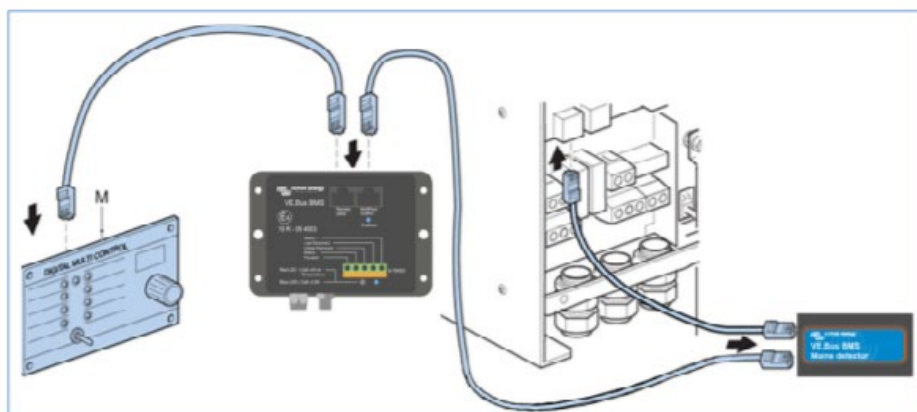

Bild 4: VE.Bus-anslutningar
9. Använd den korta RJ45 UTP-kabeln för att koppla AC-detektorn till ett av de två VE.Bus-uttagen på MultiPlus eller Quattro (se bild 4).